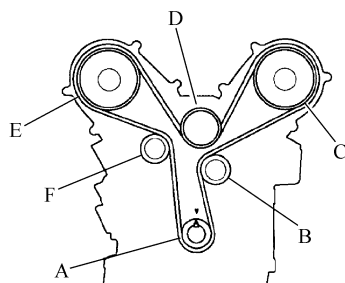

图 2-22 逆时针顺序安装正时带
10) 从主动带轮开始, 按逆时针顺序安装正时带, 见图 2-22。
① 主动带轮(A), 见图 2-22。
② 惰轮(B), 见图 2-22。
③ 前凸轮轴带轮(C), 见图 2-22。
④ 水泵带轮(D), 见图 2-22。
⑤ 后凸轮轴带轮(E), 见图 2-22。
⑥ 调整带轮(F), 见图 2-22。